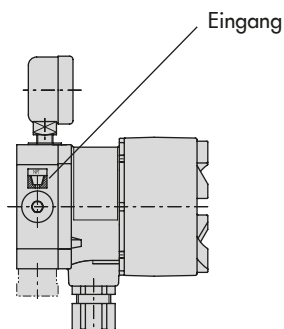

Bild 5-3: *Luftleitung (Eingangssignal)*
- Luftleitung vom vorgeschalteten pneumatischen Stellwertgeber an Schlauchanschluss anschließen, vgl. Bild 5-3.
- Leitung an die Luftanschluss-Bohrung (Eingang) anschließen, vgl. Bild 5-3.